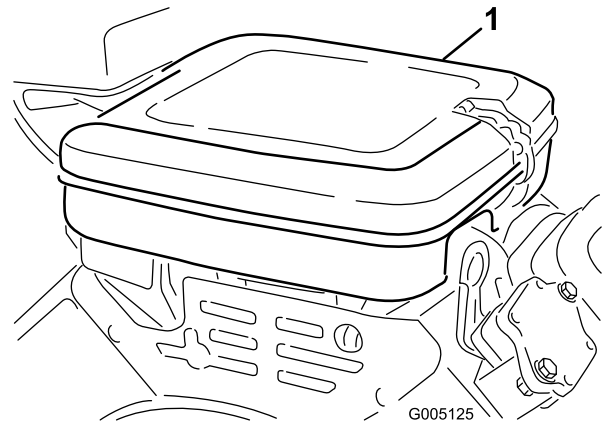

図 43
1. ロック用クリップを取り、エアクリーナ・カバー (図 43) を外す。カバーを丁寧に清掃する。